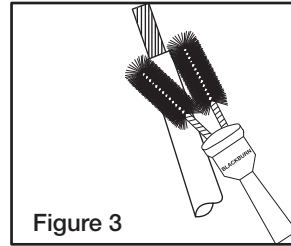

Figure 3
3. Wire brush (Reference T&B catalog number WWB1) the conductor side which will be inserted into the connector (Figure 3).
3. Cepilla el lado del conductor a ser insertado en el conector con un cepillo de alambre (Como referencia el # de catalogo de T&B es WWB1) (Figure 3).